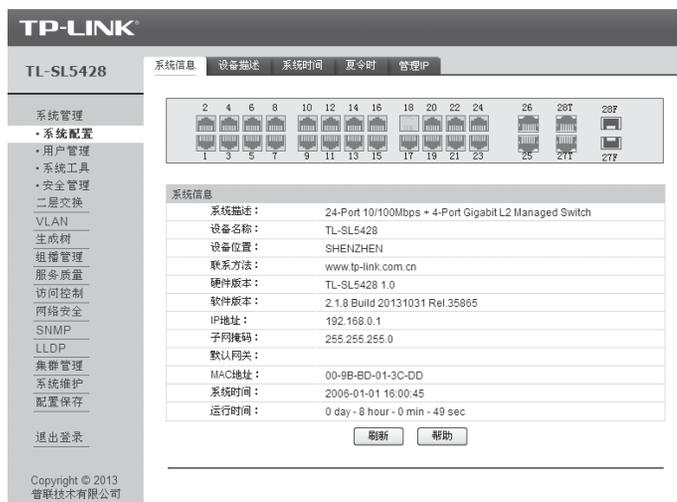

图4-3 交换机管理界面首页
6. 登录交换机管理界面首页, 如图4-3所示(以TL-SL5428为例)。点击左上角本公司的商标, 可以方便的访问本公司商用网络首页 (http://smb.tp-link.com.cn); 点击主页左侧的主菜单栏即可进行相应功能的配置。